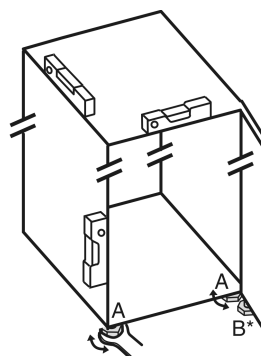

Fig. 8
- Odvrnite podesive nožice Fig. 8 (A) priloženim viličastim ključem i libelom prema van dok uređaj ne stoji čvrsto i ravno.
- Odvijte podesivu nožicu Fig. 8 (B) na podlošku ležaja priloženim viličastim ključem dok se ne podupre o pod.
- Nastavite okretati podesivu nožicu Fig. 8 (B) za 90°.